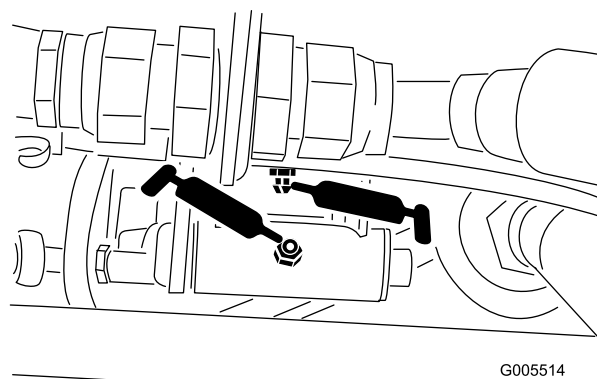
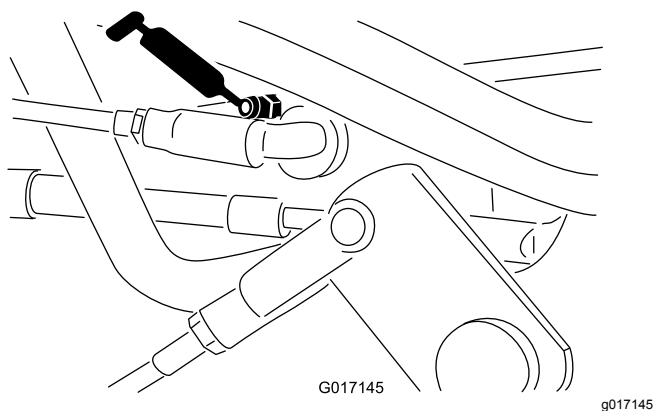

Figura 43
Figura 44
- Articulação do seletor de velocidade (Figura 43 e Figura 44)